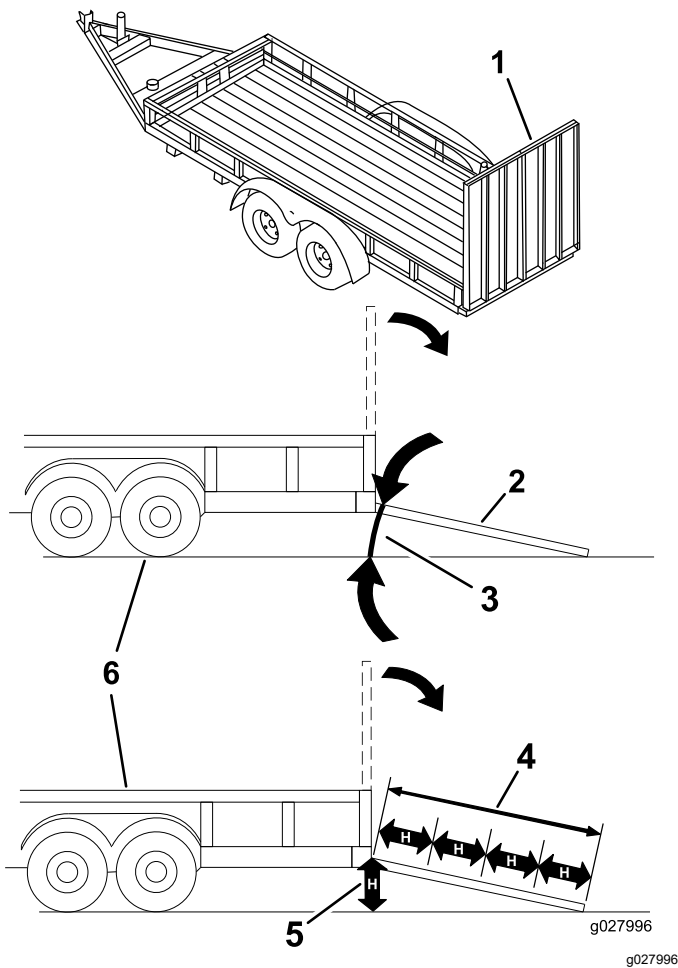

Figura 42
El cargar la máquina en un remolque o un camión aumenta la posibilidad de un vuelco y podría causar lesiones graves o la muerte (Figura 42).
1. Baje la rampa, asegurándose de que el ángulo entre la rampa y el suelo no supera los 15 grados (Figura 42).